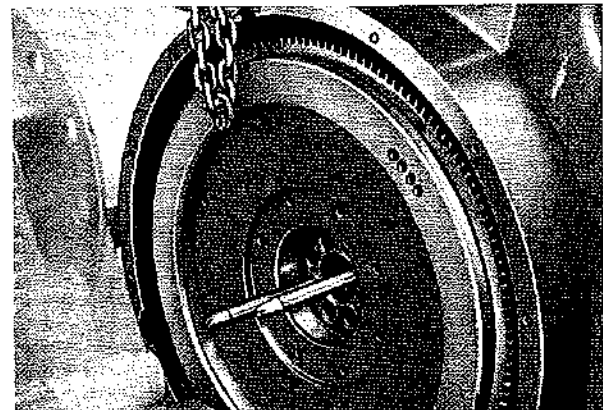

Fig. 88
- Montare sull'albero motore 2 perni di guida (Fig. 88) ed introdurre il volano.